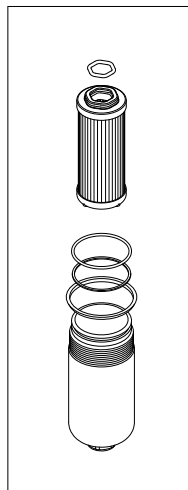

fig. 17
- (Fig. 17) Alloggiare 1°: l'anello antiestrusione e 2°: l'O-Ring nella gola del contenitore, inserire lo Hex Ring nel cerchietto dell'elemento filtrante